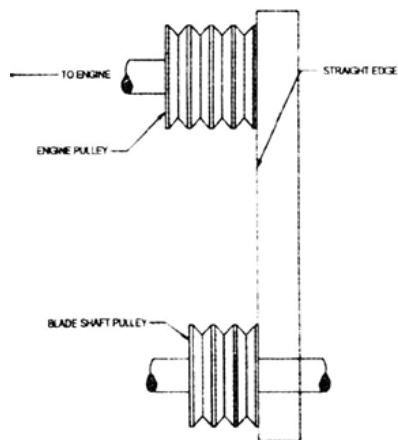

Figura 1
2. Absorbiți tensiunea până când curelele sunt instalate în siguranță în canale. Acționați motorul timp de aproximativ cinci (5) minute pentru a „așeza” curelele. Aceasta impune sarcina maximă. În cazul în care curelele alunecă, strângeți-le până când nu mai alunecă la sarcină maximă. Majoritatea curelelor noi vor necesita tensionare suplimentară după așezare.
6. Pentru a verifica alinierea, utilizați o margine dreaptă din oțel. Vezi Figura 1.